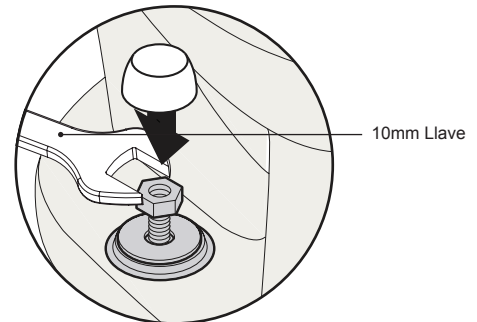

Figura 7
- ❷ Una vez que la tuerca se ha recipiente roscada en el T-perno, utilice una llave de 10 mm para apretar la tuerca tazón (Figura 7).